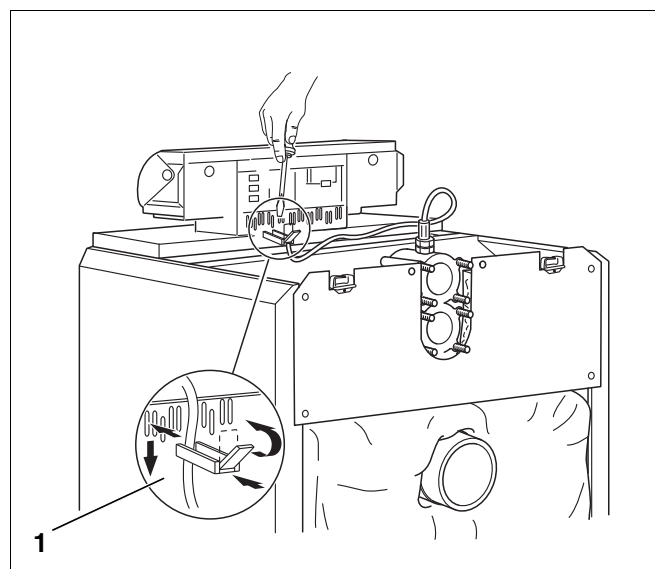

Fig. 47 Fixation des câbles électriques
- Poser les colliers de câble contenant les câbles dans le cadre de serrage et fixer en basculant le levier (fig. 47, [1]).